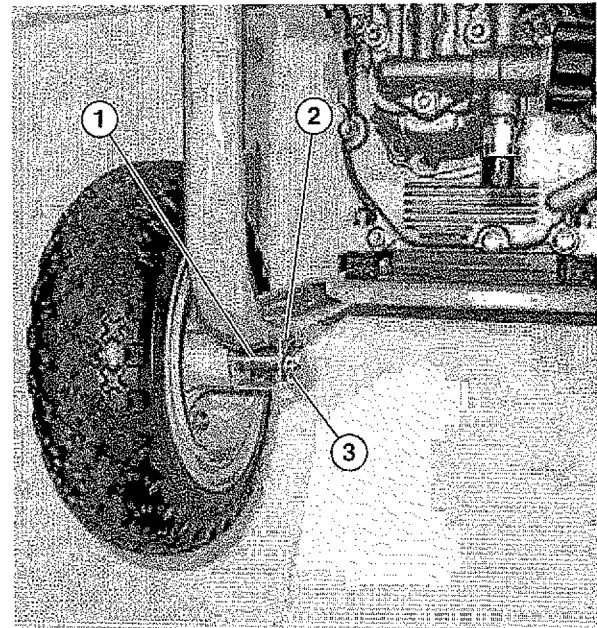

Figura 20 – Instalación de la arandela del eje de rueda
5. Instale el pasador a través de los orificios de montaje del eje. Instale una arandela en el pasador del eje (Ver Figura 20).
6. Asegure el pasador de eje de la rueda en posición con el pasador de seguridad del eje de la rueda (Ver Figura 20).